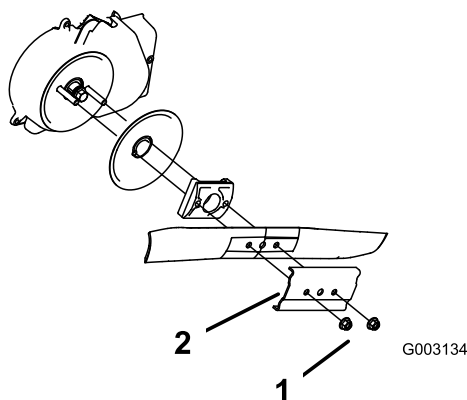

図 35
3. ブレードナット2個とスティフナを取り外す 図 35。
4. ブレードを取り外す 図 35。
5. 新しいブレードを取り付ける 図 35。